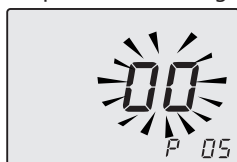

Figura 8.5
- Scorrere i vari parametri utilizzando i tasti 18 o 19 fino a far apparire sul display LCD le lettere **P05** e il valore del parametro, indicanti l'entrata nel "parametro 05" (Figura 8.5).